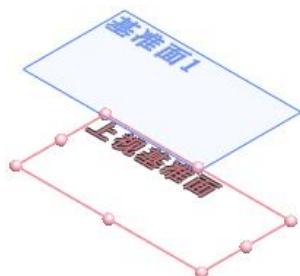

图 2.5.2 基准面 1
Step2. 创建图 2.5.2 所示的基准面 1。选择下拉菜单 **插入(I)** → **参考几何体(C)** →
**基准面 (E)**... 命令；选取上视基准面为参考实体，输入偏移距离值 600；单击  按钮，完成基准面 1 的创建。